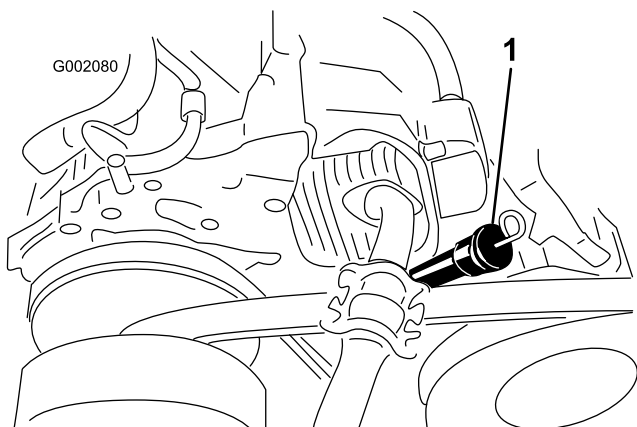

Рисунок 41
8. Очистите поверхность вокруг масломерного щупа и заливной горловины и выньте щуп (Рисунок 41).
9. Залейте масло указанного типа в заливную горловину, пока его уровень не достигнет отметки Full (Полный) на щупе (Рисунок 41).
10. Вставьте масломерный щуп в заливную горловину; затем извлеките его и проверьте уровень масла (Рисунок 41).
11. Вставьте измерительный щуп в заливную горловину до упора (Рисунок 41).